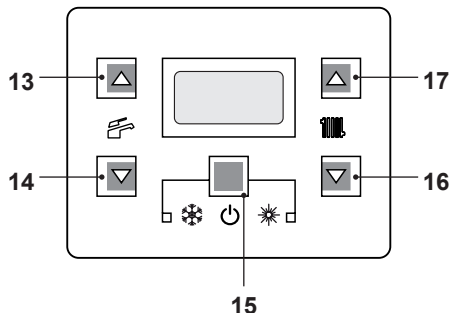
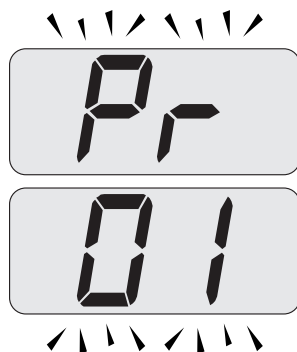
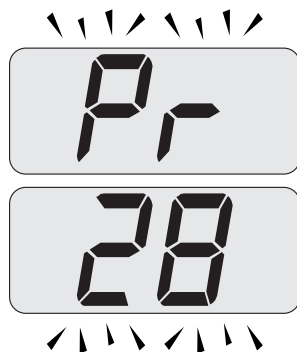

Figura 9.1
Figura 9.2
Figura 9.3
• Entrare in "modalità programmazione" premendo contemporaneamente per 10 secondi i tasti 15 - 16 - 17 (Figura 9.1) fino a far apparire sul display LCD le lettere **Pr** che si alternano con il codice **01**, indicanti l'entrata nel "parametro 01" (Figura 9.2).
- Scorrere i vari parametri utilizzando i tasti 16 o 17 fino a far apparire sul display LCD le lettere **Pr** che si alternano con il codice **28**, indicanti l'entrata nel "parametro 28" (Figura 9.3).
- Premere contemporaneamente i tasti 15 e 17 (Figura 9.1) fino a far apparire sul display
- Premendo il tasto 15 (Figura 9.1) si ottiene la conferma del valore inserito.
- Premendo contemporaneamente i tasti 15 e 16 (Figura 9.1) si esce senza modificare il valore (ritorno alla lista parametri Figura 9.3).
- Premendo contemporaneamente per 10 secondi i tasti 15 - 16 - 17 (Figura 9.1) si esce dalla "modalità programmazione".